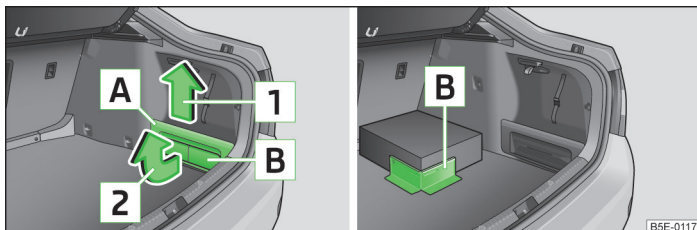

Fig. 89 Compartiment de depozitare și elementul Cargo / exemplu de fixare a unui bagaj cu ajutorul elementului Cargo
- Scoateți capacul compartimentului de depozitare **A** în sensul săgeții **1** » fig. 89.
- Scoateți elementul Cargo **B** (o parte din capacul compartimentului de depozitare) în sensul săgeții **2** » fig. 89.